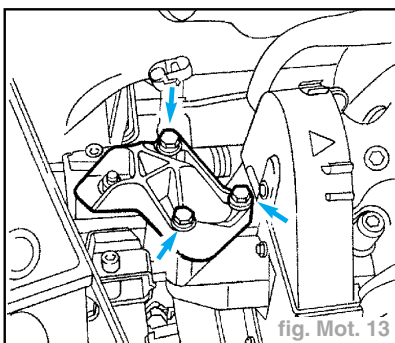

fig. Mot. 13
- Dévisser les vis de fixation du moteur, côté distribution (fig. Mot. 13).